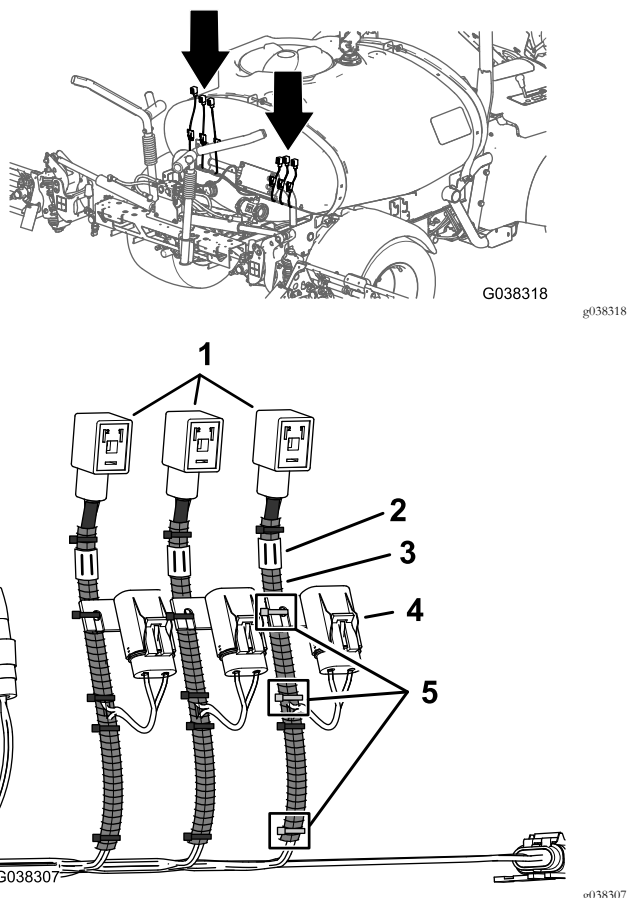

图29
- 如图29所示在机器背面取下将螺旋管道和直列保险丝盒固定至带右喷洒阀标签的支管线束的 3 个绑扎带。